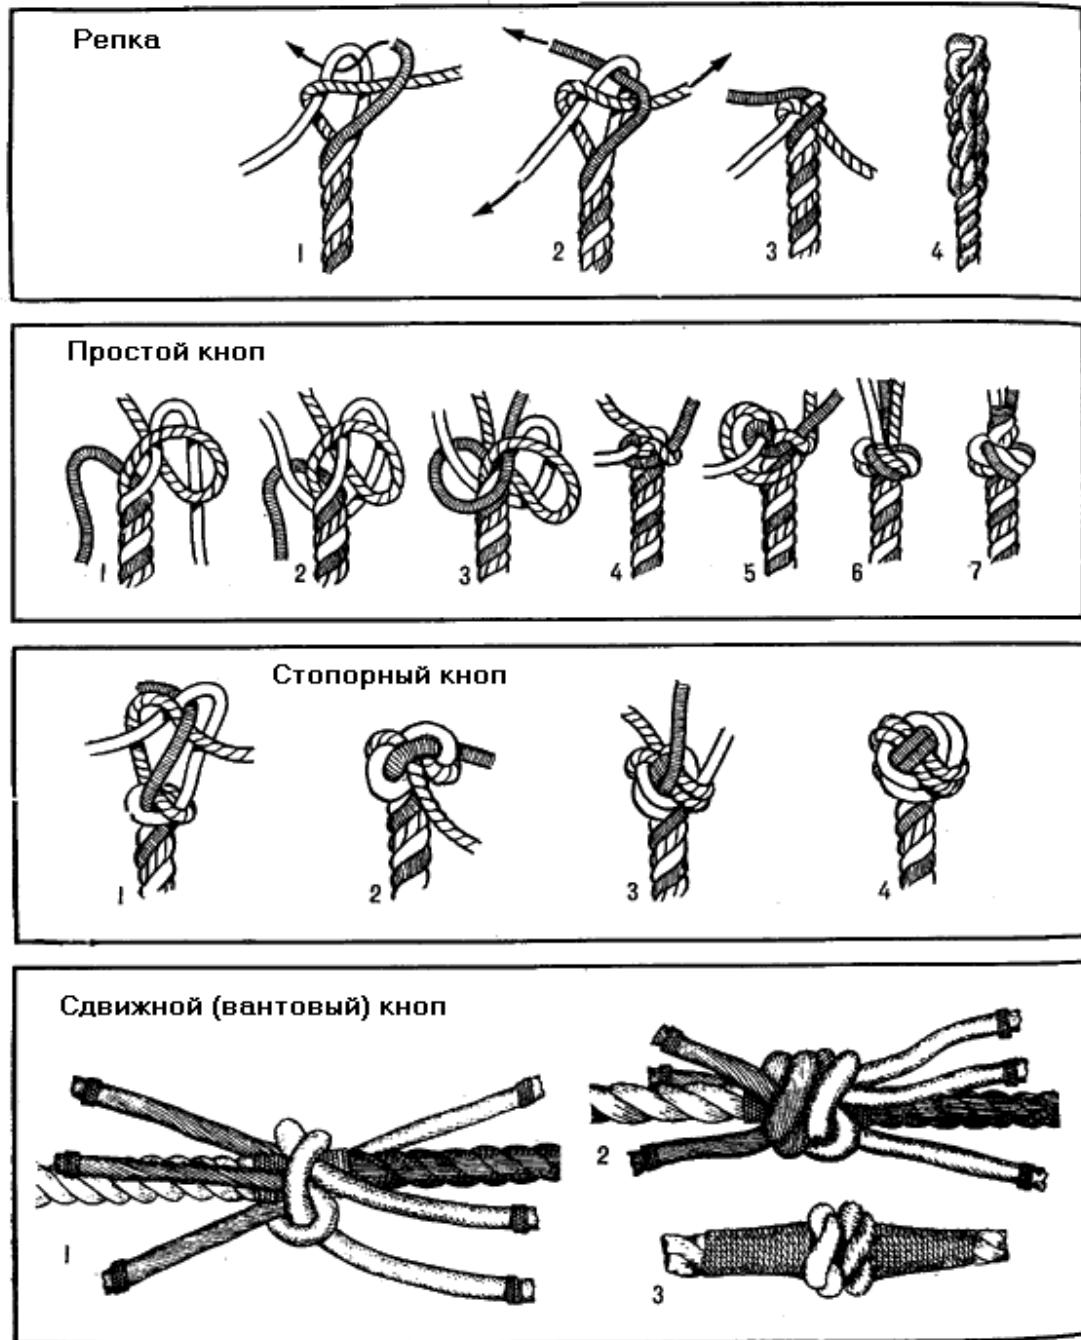

Рис. 69, Кнопы
**Кноп** — это узел на конце троса или снасти, сделанный особым способом для их укрепления. Наиболее часто в парусном спорте применяются кноп-репка, простой кноп, стопорный и сдвижной (вантовый) кноп (**рис. 69**).